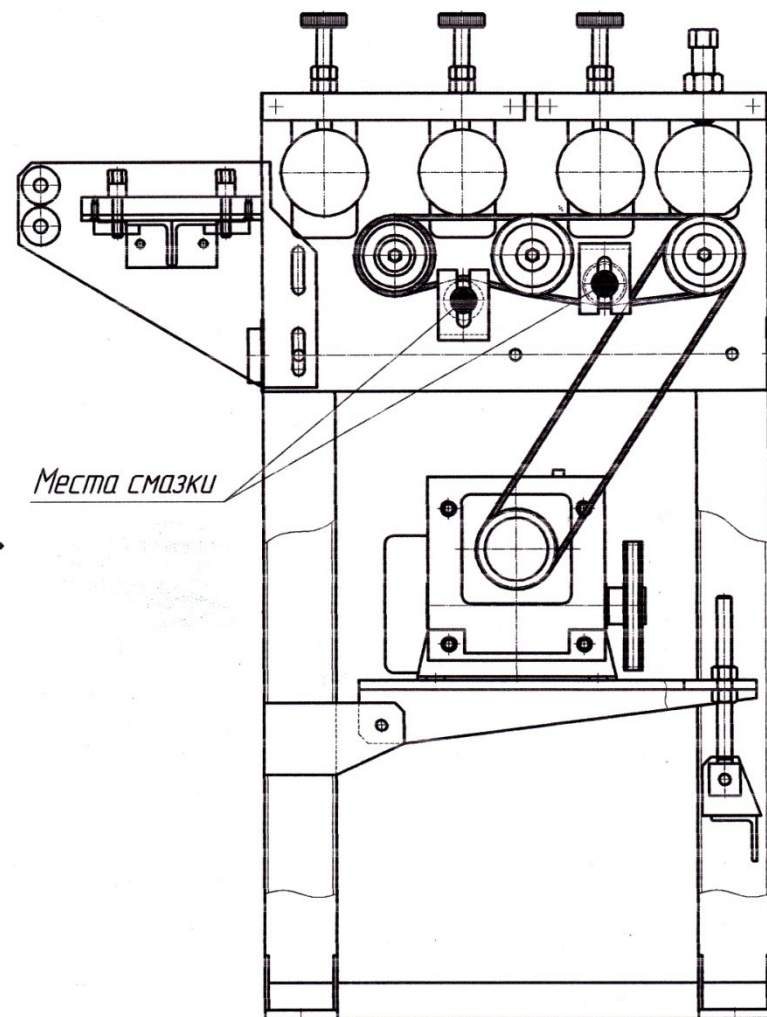

Рис.3.
- 7.5. Смазку натяжных роликов производить Солидолом Ж ГОСТ 1033-79 1 раз в смену. (см. рис. 3)